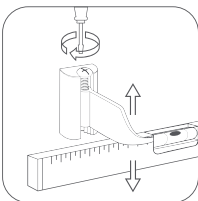

рис. 3
**!** Для того, чтобы идеально ровно смонтировать радиатор к стене, используйте оригинальные регулируемые кронштейны Royal Thermo (рис. 3).